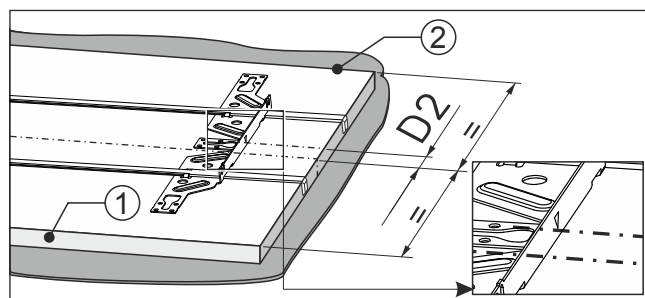

Fig. 97
- ▶ Маркировката на крепежната траверса лежи върху маркировката Fig. 97 (D2).